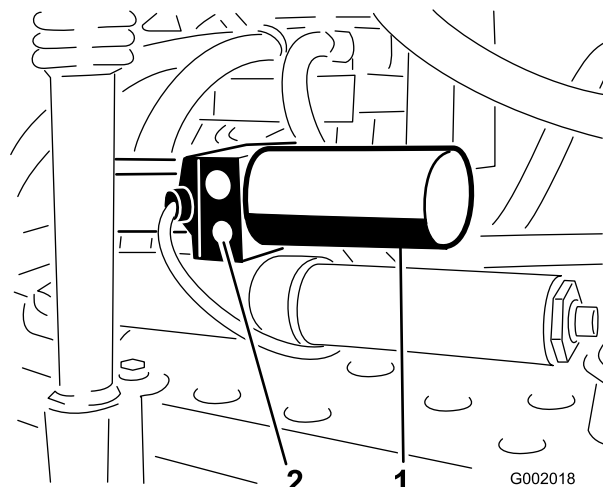

図 53
1. 各アクチュエータについている手動リリース・バルブを探し出す。アクチュエータのボディの片側だけについている小さいほうのバルブが手動リリース・バルブである(図 53)。